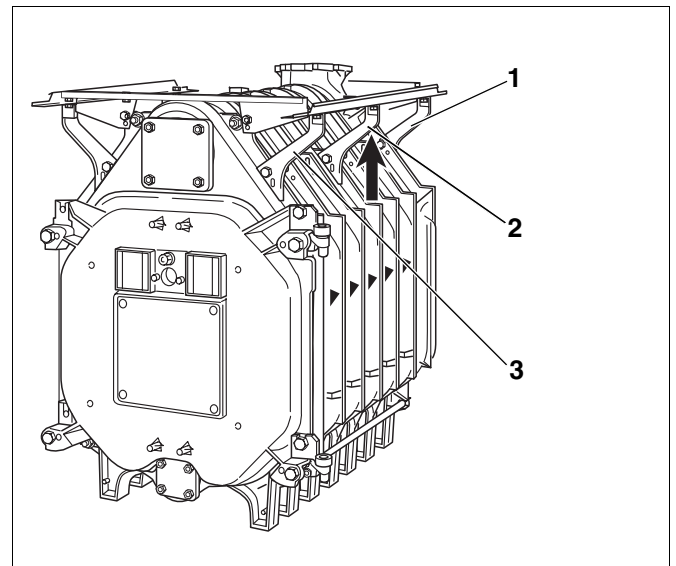

Abb. 40 Längsschienen ausrichten
- Längsschienen ausrichten und die Konsolen am Vorder- bzw. Hinterglied (Abb. 40, **Pos. 1** und **3**) fest anschrauben.
- Die mittleren Konsolen (Abb. 40, **Pos. 2**) von unten gegen die Längsschienen schieben und fest mit dem Kesselblock verschrauben.